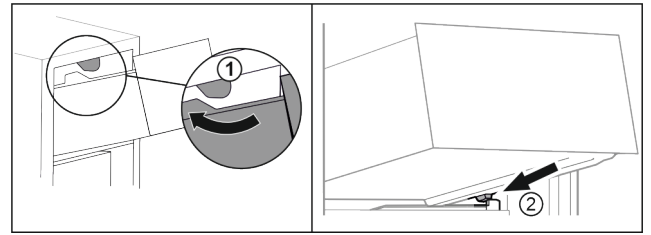

Fig. 112
- ▶ Vezesse el a fiókot a felső ütközők körül. *Fig. 112 (1)*
- ▶ Helyezze a fiókot ferdén az alsó ütközők mögé, a tartóbordára. *Fig. 112 (2)*